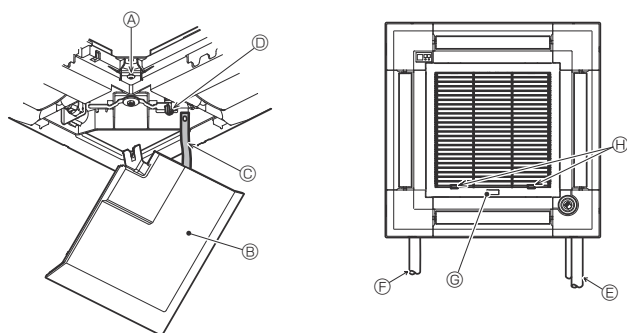

Fig. 9-12
9.5. Установка воздухозаборной решетки (Fig. 9-12)